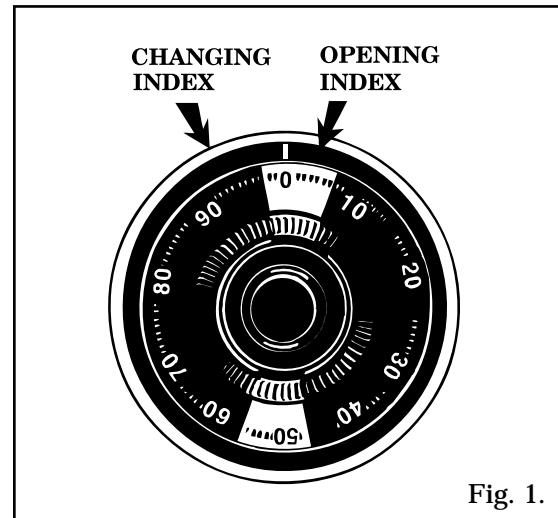

Fig. 1.
2. Use included sketches (see Figs. 1 & 2) to cut out small and large wall safe openings using the jig saw.
2. Utiliser les croquis joints (voir fig. 1 & 2) afin de découper l'ouverture, où on veut encstrer le coffre-fort, dans le mur à l'aide de la scie à chantourner.
2. Utilizar los diseños adjuntos (ver fig. 1 & 2) con el fin de efectuar con la sierra la apertura en la pared donde colocará la caja de seguridad pequeña o grande.